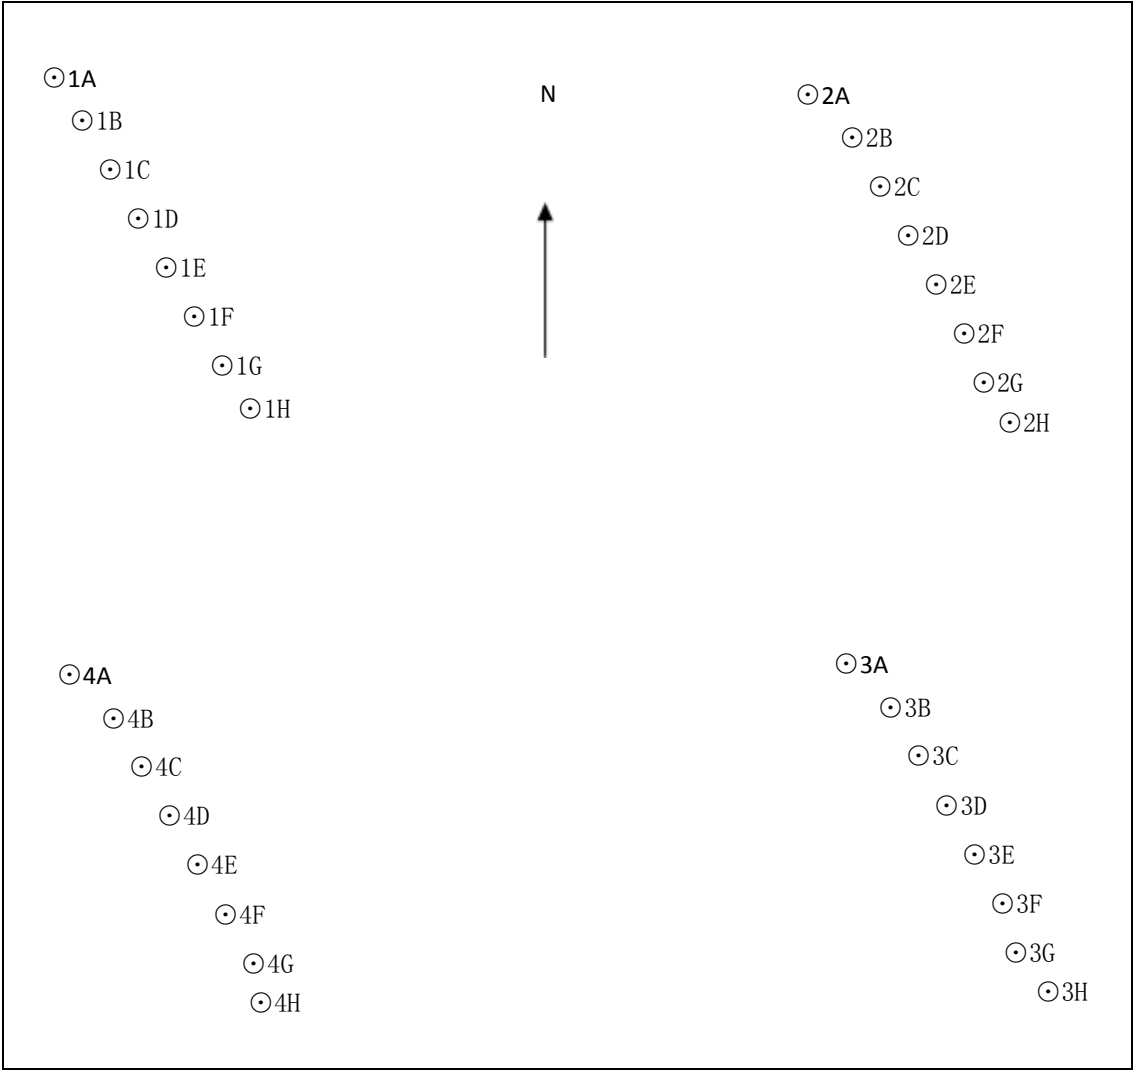
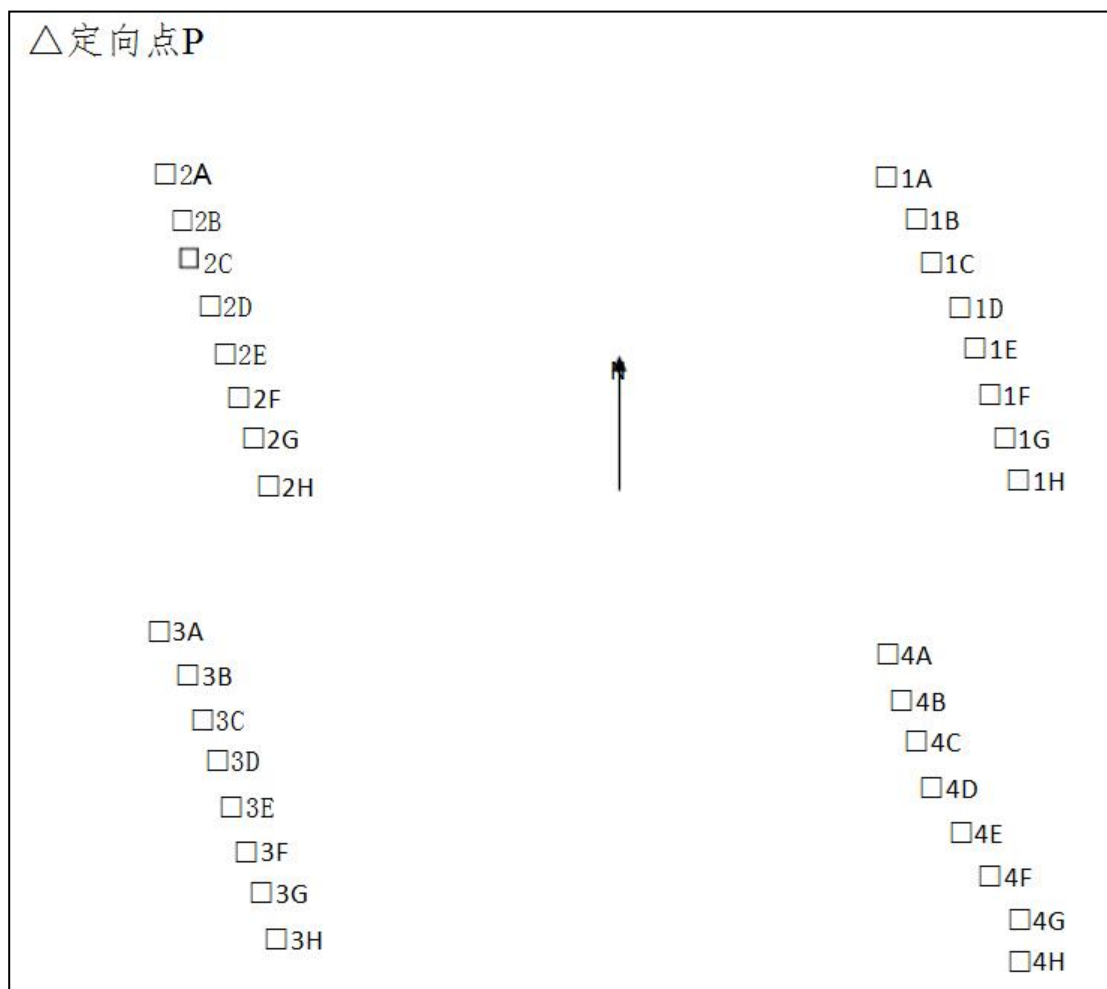

图 2 四等水准测量点位布设示意图
图 3 一级导线测量及单点放样点位布设示意图
6. 四等水准测量、一级导线测量及单点放样测点布设见图 2 、图 3（将根据最终确定的参赛队伍数量增减路线）。